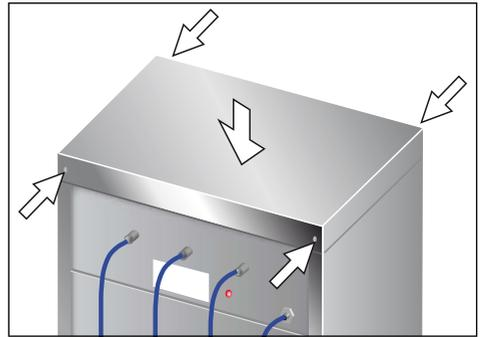

Abb. 11
2. Deckel wieder aufsetzen und mit vier Schrauben befestigen (Abb. 11).